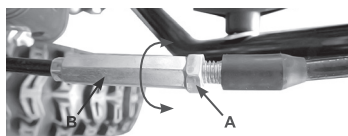

Рис.13
- Для регулировки троса включения шнека необходимо ослабить контргайку (A) и вращая поводок (B) по часовой или против часовой стрелки установить необходимую длину троса. Затем затянуть контргайку (A) Рис.13.